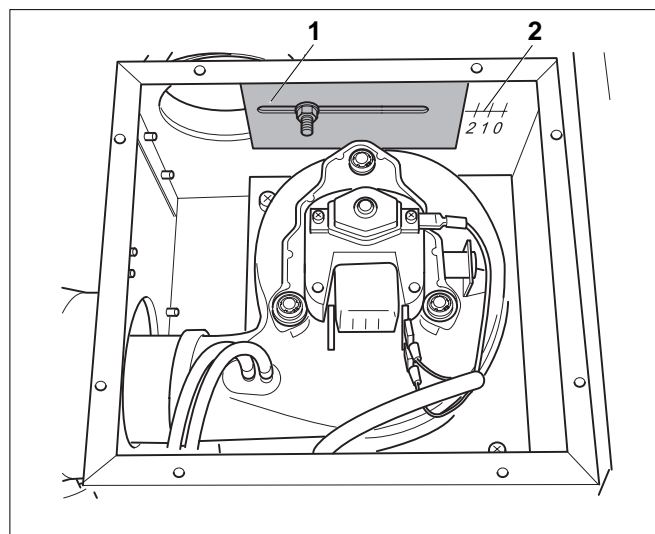

Fig. 22 Réglage du diaphragme d'arrivée d'air
Selon le système d'évacuation des fumées choisi, fixer le raccord approprié des fumées et de l'arrivée d'air sur le caisson du ventilateur (fig. 22, **pos. 2**).
Légende fig. 22
- Comparer le réglage du diaphragme d'arrivée d'air (fig. 22, pos. 1) et corriger si nécessaire.